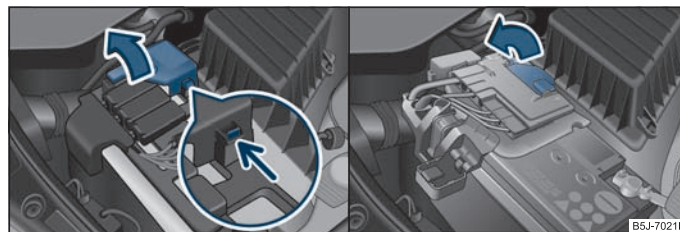

Abb. 141 Batterie: Abdeckung hochklappen (automatisches Getriebe) / (Schaltgetriebe)
- Entriegeln Sie die Verrastung an der Pluspol-Seite der Batterie ⇒ Abb. 141.
- Klappen Sie die Abdeckung in Pfeilrichtung hoch ⇒ Abb. 141 links (automatisches Getriebe) bzw. ⇒ Abb. 141 rechts (Schaltgetriebe).